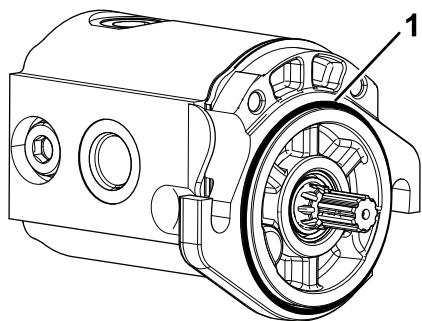

Figure 7
- Posez le joint torique sur le moteur de cylindre (Figure 7).